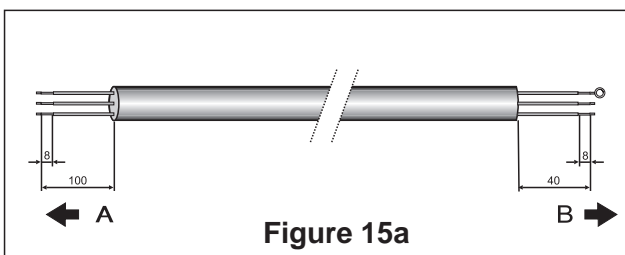

Figure 15a
2. Préparez les extrémités du câble pour l'alimentation en courant ainsi que pour les câbles entre les unités intérieure et extérieure, ainsi qu'indiqué dans les figures 15a et 15b.